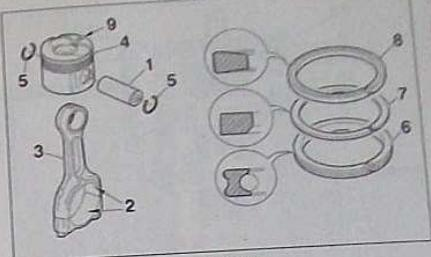

FIG. 49
- Effectuer l'assemblage de chaque ensemble bielle-piston, en huilant les axes (1) et le demi-coussinet (2) dans la tête de bielle (3). Utiliser des jons d'arrêt neufs (5) (Fig.49).
- Monter les segments huilés sur les pistons en commençant par le segment racleur (6) puis celui d'étanchéité (7) et enfin le segment coup de feu (8) en plaçant les marquages " Top " vers la tête du piston. Tiercer les segments à 120°, en les décalant par rapport à l'axe de piston et à la coupe du segment racleur (Fig.49).